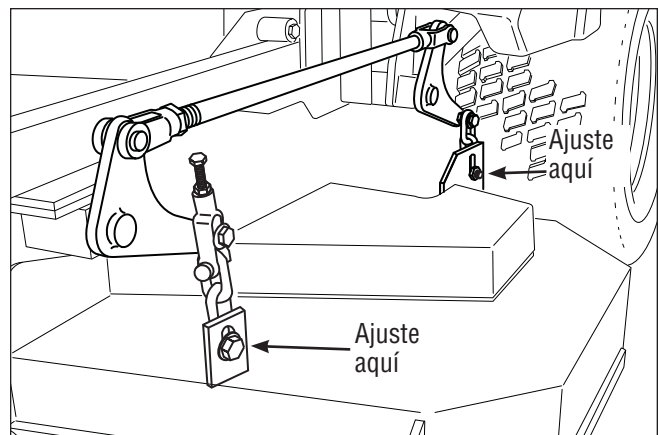

Figura 39. Ajuste de la cadena de soporte
4. Afloje las tuercas y permita que la parte frente de la cubierta descansa sobre los bloques de 2 x 4. Deslice las cadenas hacia abajo en las ranuras hasta que queden tirantes y apriete las tuercas. Vea la Figura 39.
5. Afloje las tuercas y permita que la parte trasera de la cubierta descansa sobre los bloques de 2 x 4. Deslice las cadenas hacia abajo en las ranuras hasta que queden tirantes y apriete las tuercas. Vea la Figura 39.